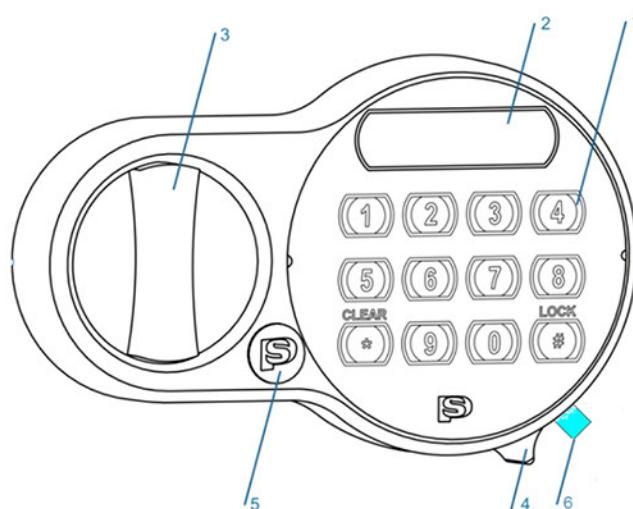

Рис. 1.1
**Перед первым использованием сейфа удалите защитную пленку (поз.6) Рис.1.1.**